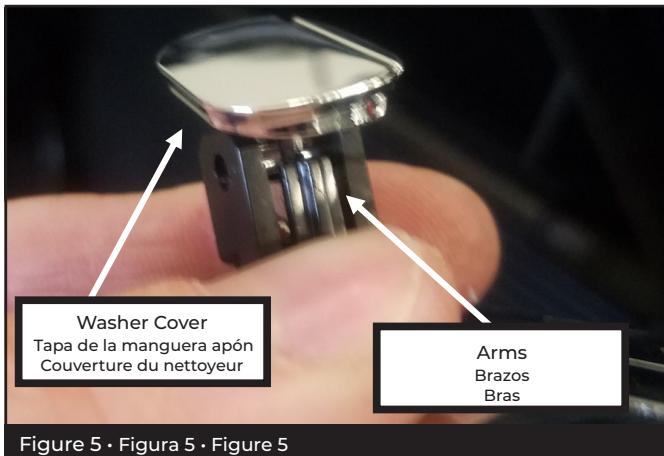

Figure 5 · Figura 5 · Figure 5
## 5 FRONT CAMERA EQUIPPED TRUCKS: Remove (2) T25 torx screws mounting camera assembly to emblem. Remove spray nozzle cover by gently prying arms with flat head screwdriver. (Fig 5)
**Fr** Camionnettes équipées de caméra avant: Enlevez les (2) vis torx T25 fixant la caméra sur l'embleme. Enlevez le couvercle de la buse en ouvrant doucement les attaches avec un tournevis à tête plate (Figure 5)
**5** Install the emblem into the tailgate using the provided flange nuts. Be careful not to overtighten the fasteners and damage the tailgate. (Fig 5)
**Fr** Installez les tiges filetées et serrez à la main. FAITES ATTENTION À NE PAS TROP SERRER. (Figure 5).